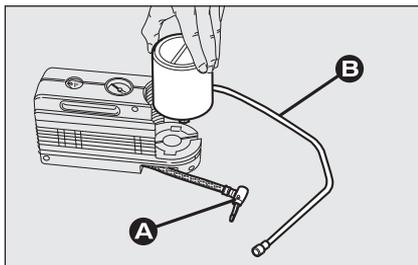

fig. 9
- déconnecter la greffe **A-fig. 9**;
- connecter la greffe **A-fig. 9** à la bombe et insérer le tuyau transparent **B-fig. 9** dans le compartiment approprié.